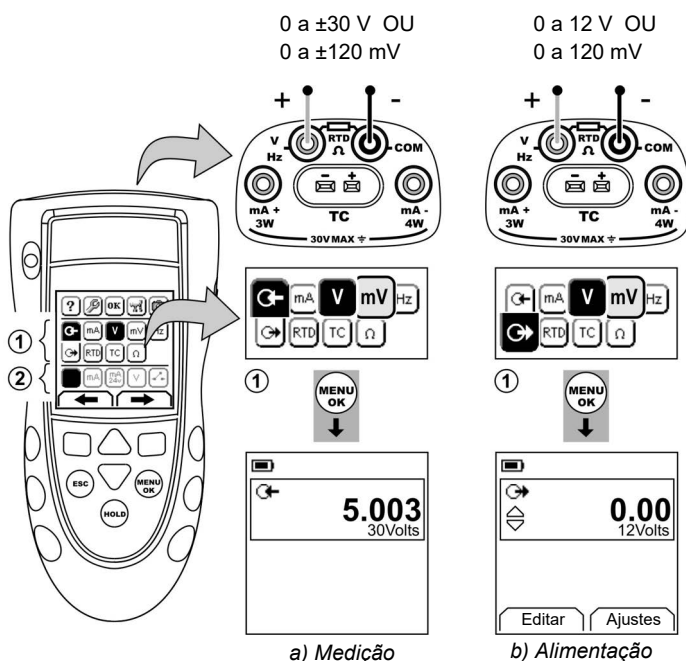

Figura 4: Exemplo de configuração: para medir/alimentar em Volts ou mV (área ①)
1. Conecte o instrumento (Figura 4/5) e, se necessário, ajuste a *Configuração* (Tabela 1).